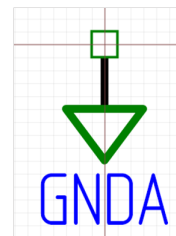

Рис. 68 Порт GNDA
- GNDA (Аналоговая земля) – обозначение отдельного заземления для аналоговых цепей, см. Рис. 68.